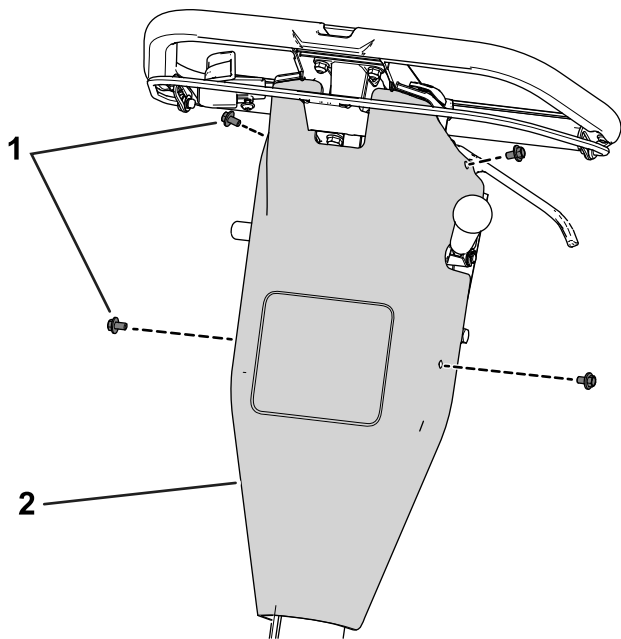

Figura 41
- B. Retire a tampa do controle removendo os parafusos que a prendem ao painel traseiro (Figura 41).